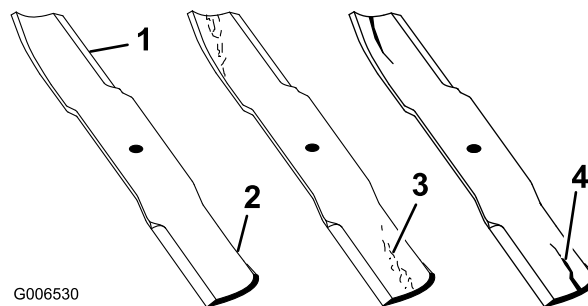

Bild 50
1. Untersuchen Sie die Schnittkanten (Bild 50). Entfernen und schärfen Sie die Messer, wenn die Schnittkanten nicht scharf sind oder Auskerbungen aufweisen. Siehe „Schärfen der Messer“.
2. Prüfen Sie die Schnittmesser, insbesondere den gebogenen Bereich (Bild 50). Sollten Sie Schäden,
Verschleiß oder Rillenbildung in diesem Bereich feststellen (Punkt 3 in Bild 50), montieren Sie sofort ein neues Schnittmesser.